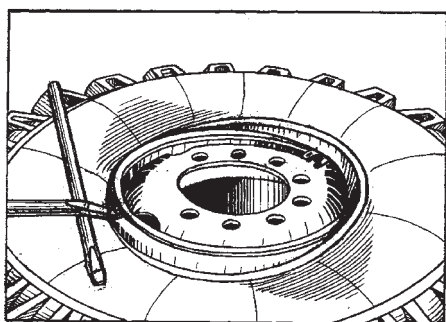

Рис. 51. Заведение борта шины в монтажный ручей обода
4. Для монтажа второго борта шины на обод встаньте на шину со стороны, противоположной вентилю, и утопите эту часть борта покрышки в монтажный ручей, при этом борт шины в зоне ограничителя должен находиться сверху над ободом. В случае затруднения осадите часть борта шины за посадочную полку с помощью монтажных лопаток, как показано на рис. 51.